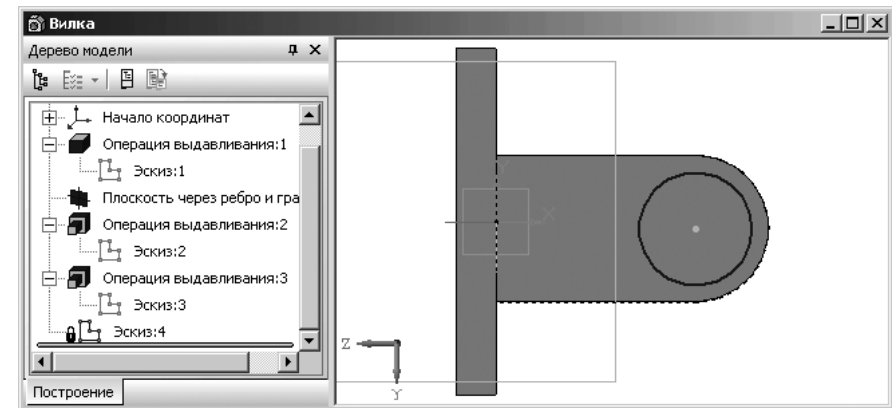

Рис. 3.67. Результат построения эскиза для построения внутренней бобышки
- нажмите клавишу **Esc** для прерывания команды. Возможное состояние системы показано (рис. 3.67).